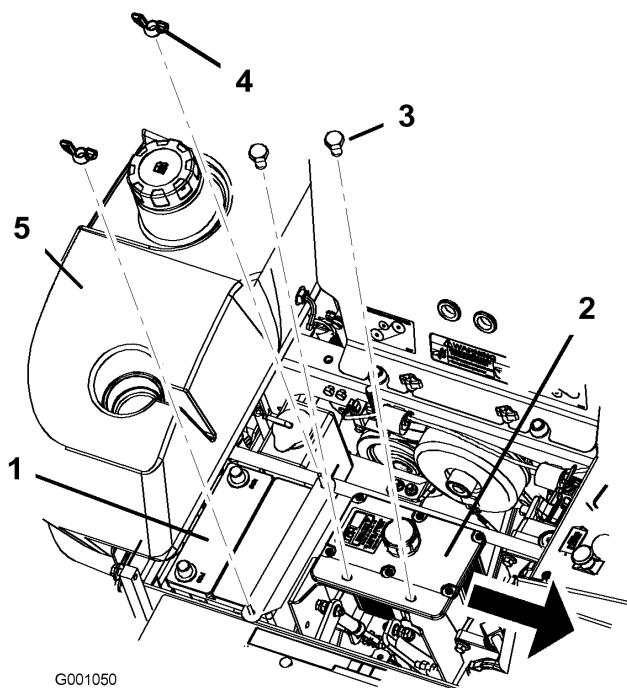

Figure 43
6. Retirez les deux écrous papillons (1/4 pouce) qui fixent la barrette de maintien de la batterie (Figure 43).
- Retirez les deux boulons de fixation du réservoir hydraulique (Figure 43).
- Fixez la batterie en position avec des boulons en J, une barrette de maintien et 2 rondelles (1/4 po), ainsi que 2 écrous à oreilles (1/4 po) (Figure 43).